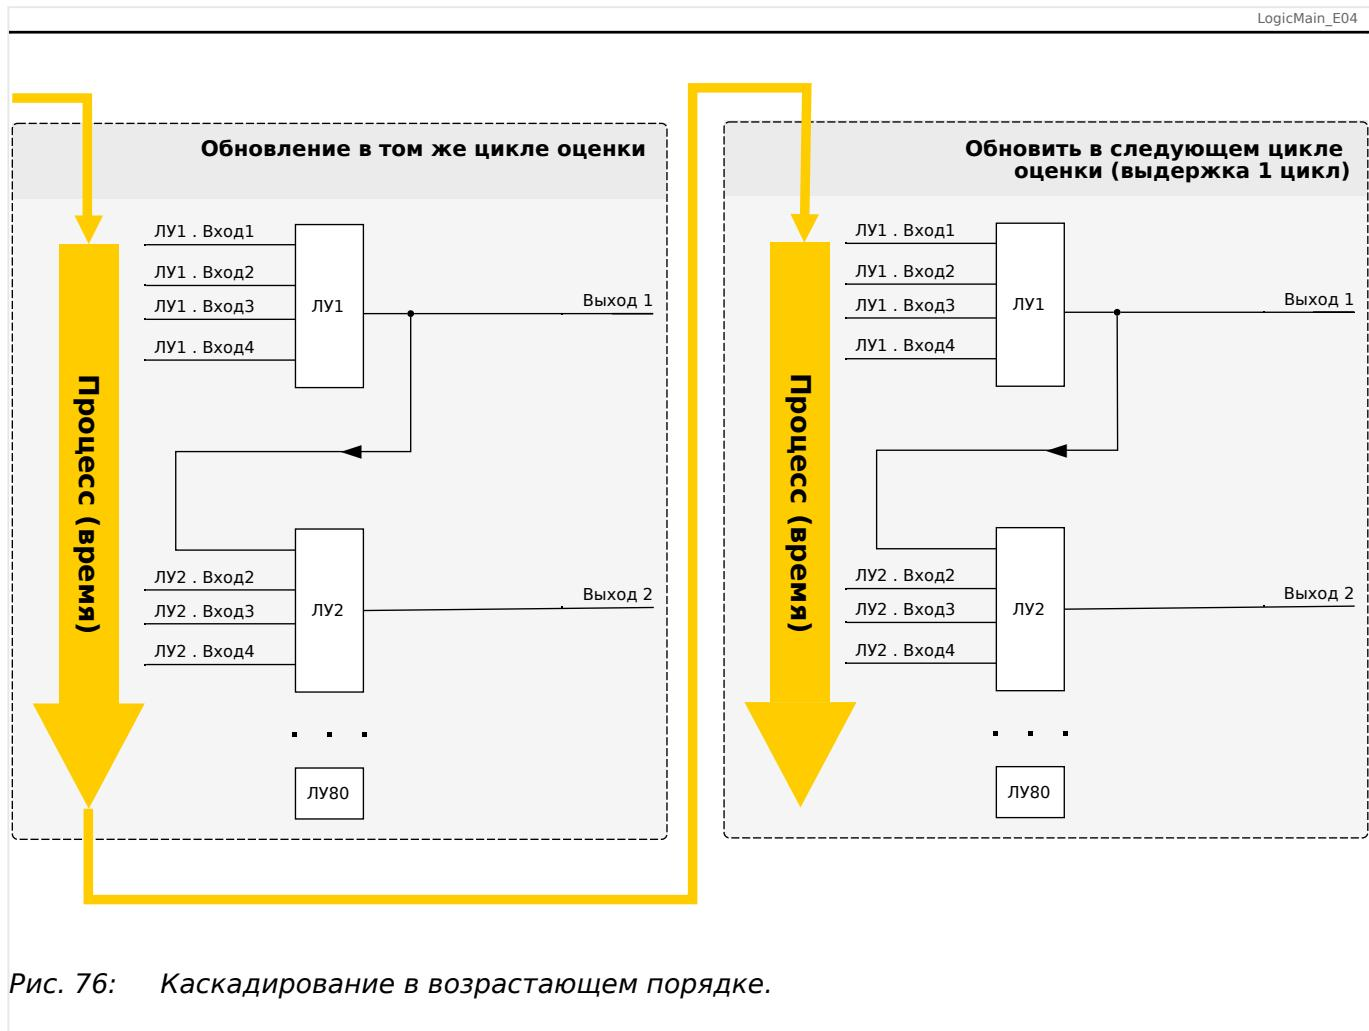
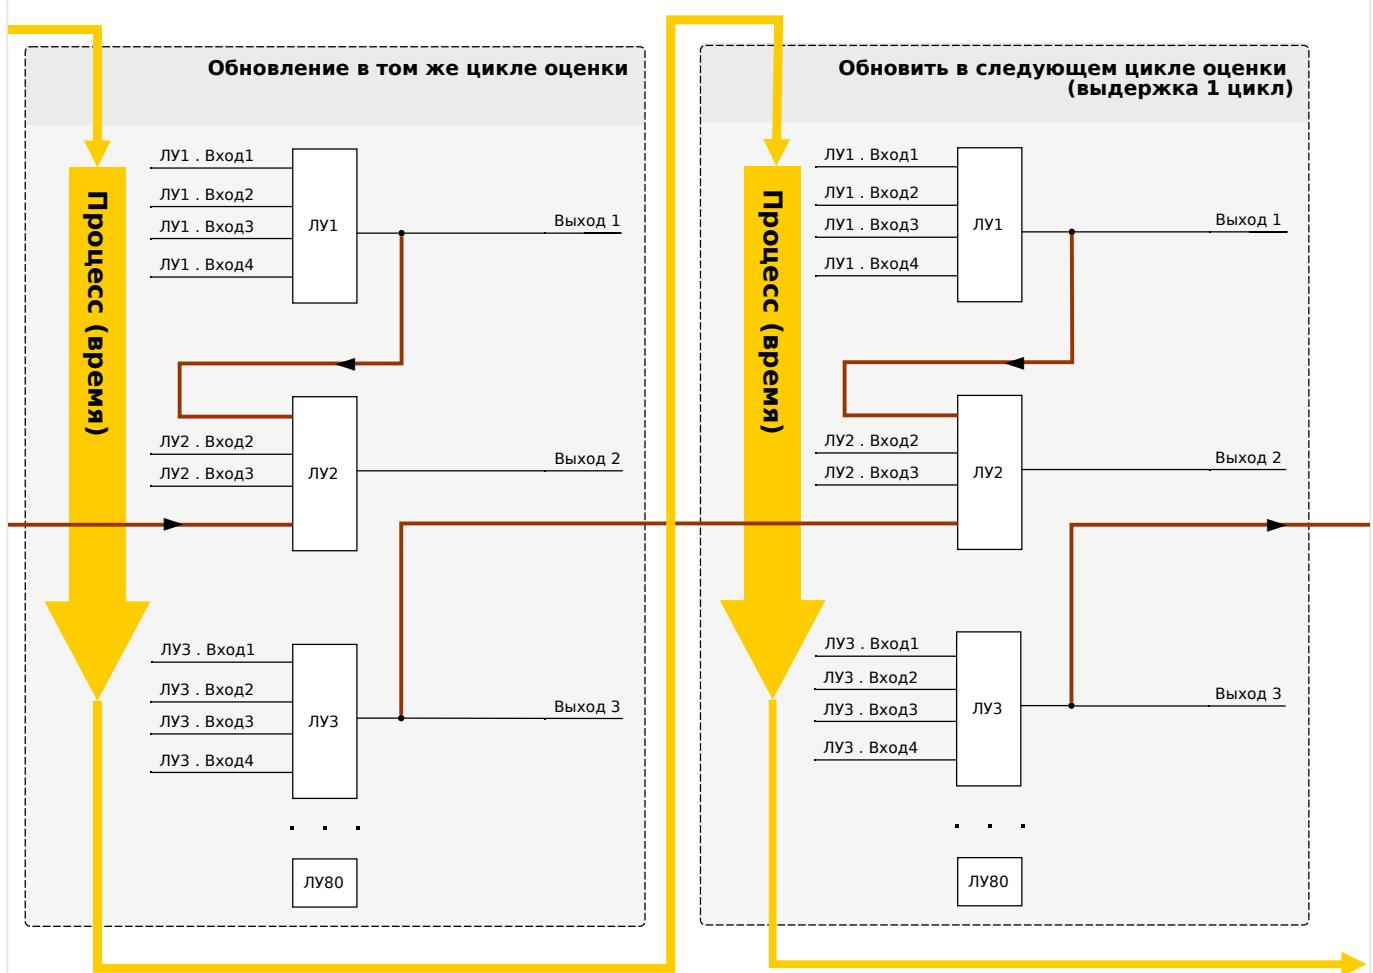

Рис. 76: Каскадирование в возрастающем порядке.
Рис. 77: Каскадирование в возрастающем порядке.
- **Возрастающий** порядок означает, что некий выходной сигнал поступает на вход одного из логических уравнений с **более высоким** номером. На приведенном ниже графике  Рис. 76 приводится пример, когда результат логического уравнения **ЛУ1** используется в качестве входного сигнала для логического уравнения **ЛУ2**.
- **Нисходящая** последовательность означает, что некий выходной сигнал поступает на вход одного из логических уравнений с **меньшим** номером. На графике  Рис. 77 приводится пример, когда результат логического уравнения **ЛУ3** используется в качестве входного сигнала для логического уравнения **ЛУ2**.
И возрастающий, и убывающий порядки можно не только использовать, но и комбинировать, при этом разница будет заметна не сразу. Однако, как показано в разделах  Рис. 76 и  Рис. 77 ниже, благодаря определению состояний всех уравнений в возрастающем порядке фактические рабочие значения, поступающие на вход любого из них, будут иной степени зрелости.
В представленном выше примере Рис. 77 для «логического уравнения 2» используются состояния выходов двух других уравнений — «логического уравнения 1» и «логического уравнения 3». Результат «логического уравнения 1» используется в возрастающем порядке и, следовательно, определен в ходе того же рабочего цикла. Результат «логического уравнения 3» используется в убывающем порядке и, следовательно, определен в ходе предыдущего рабочего цикла.